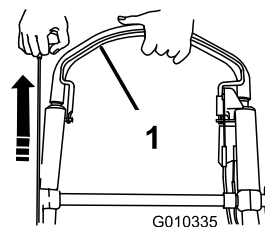

Figura 21
3. Tenete la barra di comando della lama premuta contro la stegola e tirate l'avvitatore autoavvolgente (Figura 21).